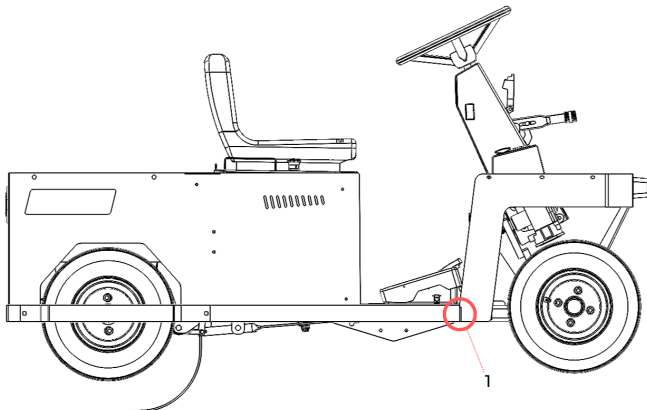

Figure 30. Coins des panneaux latéraux.
- Coins des panneaux latéraux (1) (des deux côtés). Il existe une possibilité de formation des fissures dans ces coins car ils subissent des contraintes importantes (voir Figure 30).